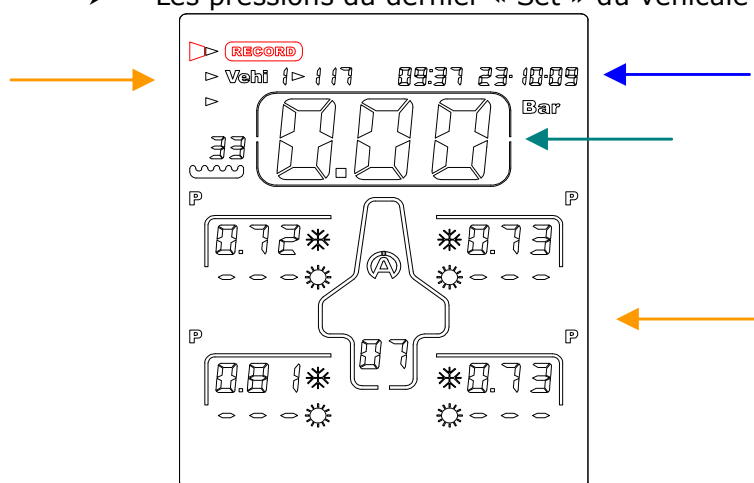

Figure 1
- 1) A l'aide des boutons , sélectionnez l'icône « **RECORD** », (figure 1)